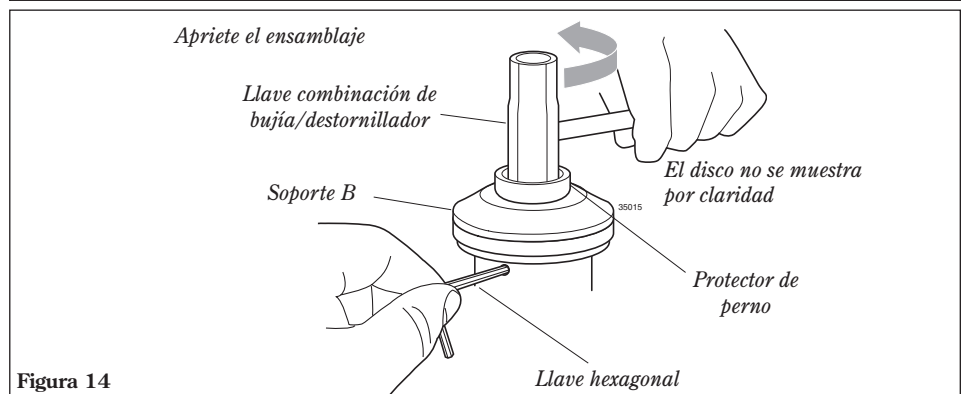

Figura 14
7. Asegure el soporte A a la caja de engranajes insertando el lado más largo de la llave hexagonal a través de ambos agujeros como fué hecho en el procedimiento número 1 y apriete el perno del eje con la llave combinación de bujía/destornillador. Consulte la figura 14.